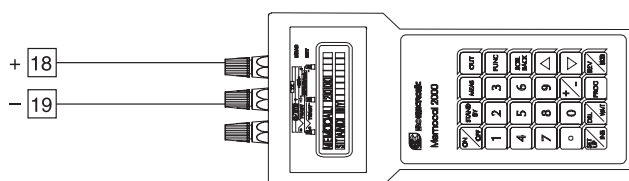

Рис. 14
- а) Подключите тестируемый инструмент к калибратору, как показано на Рис. 14.